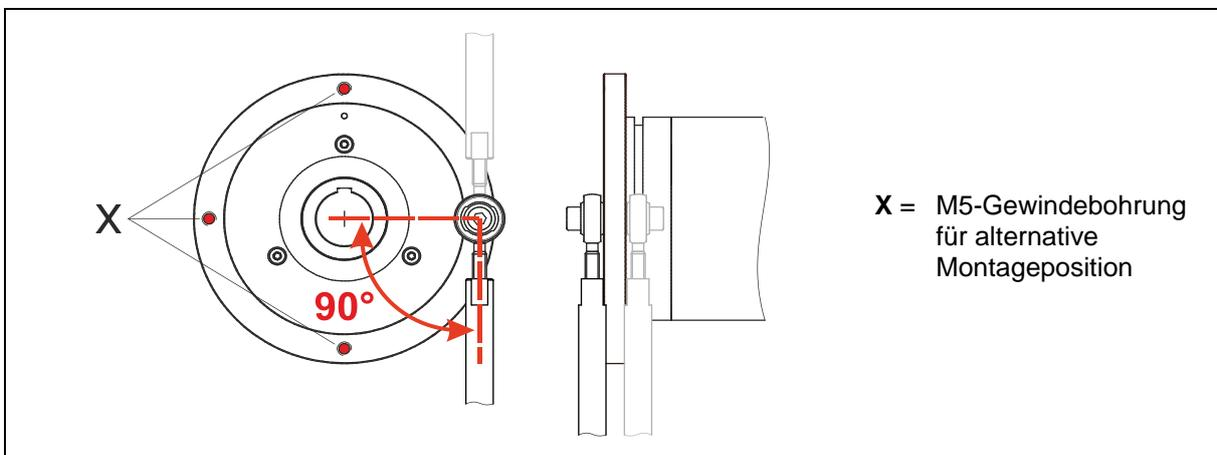

Abbildung 9: Gelenkkopfstab – Montagevarianten
- Der Gelenkkopfstab kann am Mess-System-Flansch auf mehrere Arten positioniert werden. Siehe Abbildung 9: Gelenkkopfstab – Montagevarianten.
- Um das Mess-System optimal zu stützen, muss der Gelenkkopfstab im 90°-Winkel zur Verbindungslinie von Gewindebohrung zum Wellenmittelpunkt montiert werden, siehe Abbildung 9.